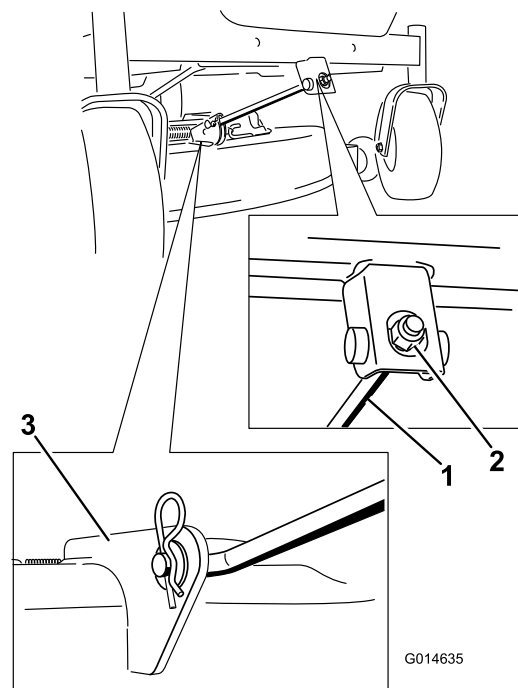

Figura 67
4. Remova o contrapino do gancho da barra de suporte da frente e remova a barra do suporte da plataforma (Figura 67). Baixe cuidadosamente a parte da frente da plataforma do cortador para o solo.
6. Coloque a barra de suporte frontal na plataforma do cortador com o pino de segurança e contrapino do gancho (Figura 67).